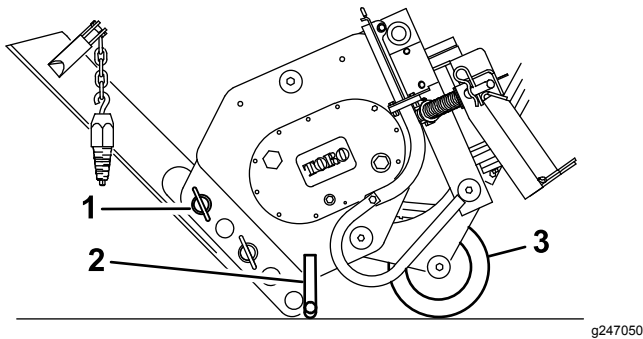

Figure 4
3. Insérez la lame et fixez-la en place avec la goupille à anneau et l'axe de chape, comme montré à la (Figure 4).
4. Basculez l'enfouisseuse en avant et abaissez-la sur le sol ou sur une remorque, le support et le couteur supportant le poids de l'enfouisseuse (Figure 4).